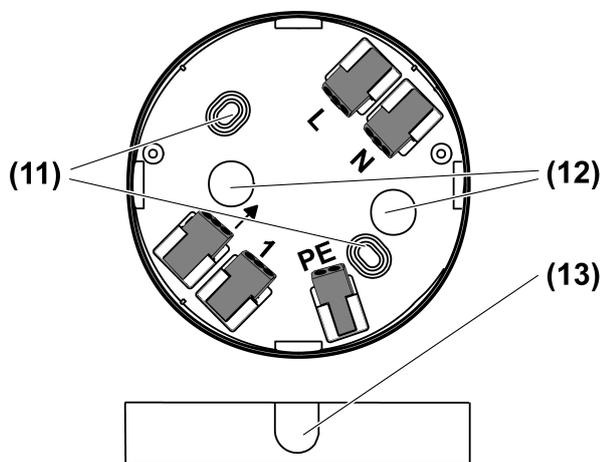

рисунок 8: Клеммная коробка
- (11) Отверстия под крепеж
- (12) Кабельный ввод, под штукатуркой
- (13) Тонкие участки для дополнительных кабельных вводов
- Выломайте тонкий участок стенки (13), если планируется дополнительный ввод кабеля скрытой и наружной проводки (рисунок 8).
- Закрепите клеммную коробку (1) через отверстия (11) (рисунок 8).